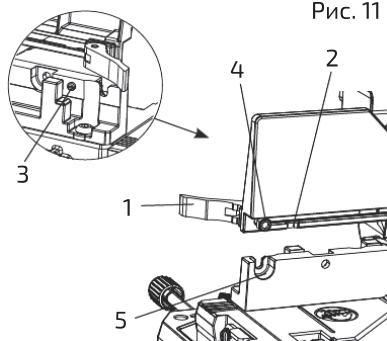

Рис. 11
1. Разблокировать упор рычагом (1), нажав на него в направлении задней части инструмента (рис. 11).
2. Совместить прорезь (2) с болтом (3) в задней части упора. Поднять выдвижной упор, чтобы удалить его с пилы.
1. Совместить прорезь (2) с болтом (3) в задней части упора, чтобы поместить выдвижной упор на упор торцово-усорезной пилы (рис. 11).
2. Сдвинуть гайку (4), чтобы совместить ее с отверстием (5).
3. Для фиксации выдвижного упора толкнуть рычаг блокировки кулачка (1) в сторону передней части инструмента.